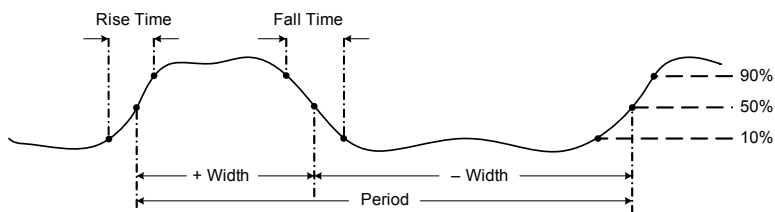

Рис. 2–7 Определение частоты
- Частота – это количество завершенных циклов сигнала за одну секунду. Частота определяется в виде отношения 1/период. Период – это время между переходами среднего порога двух последовательных фронтов с одинаковой полярностью, как показано на Рис. 2–7.
Выполните настройку контрольно-измерительного прибора, чтобы измерить сопротивление, как показано на Рис. 2–8.